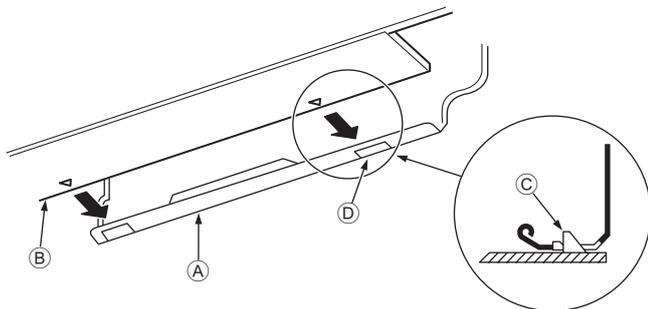

Fig. 3-10
- Al introducir las tuberías de refrigerante y la manguera de drenaje en el orificio de penetración en la pared (manguito de penetración), cuelgue la parte superior de la unidad interior en la placa de montaje ①.
- Fije la unidad en la placa de montaje ① empujando la parte inferior de la unidad. (Fig. 3-10)
* Asegúrese de que los tiradores de la parte inferior de la unidad interior estén bien enganchados en la placa de montaje ①.